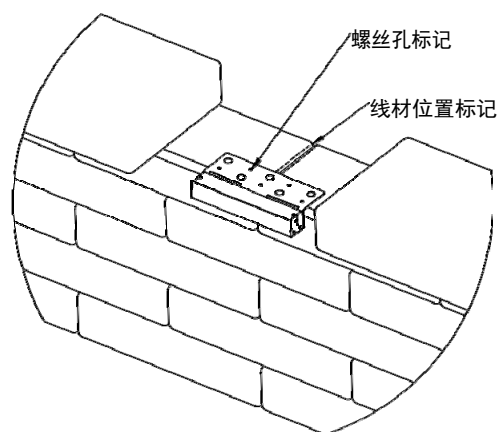

图 2
3. 将灯具放置在需要的位置，并在安装面标记电线和螺丝孔的位置，暂时拆下灯具<图2>。